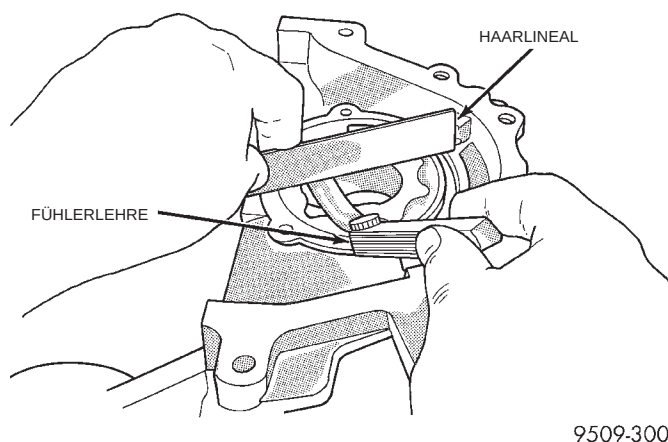

Abb. 98 Messen des Spiels über den Rädern
(7) Haarlineal zwischen den Schraubenbohrungen auf das Pumpengehäuse legen. Läßt sich eine Fühlerlehre von 0,102 mm (0,004 Zoll) oder mehr zwischen Pumpenräder und Haarlineal schieben, Pumpe komplett austauschen (Abb. 98), jedoch **NUR** dann, wenn die Pumpenräder den Sollwerten entsprechen.
(8) Kolben des Überdruckventils auf Riefen und Leichtgängigkeit prüfen. Leichte Kratzer können mit Schleifpapier (Naß oder trocken) der Körnung 400 entfernt werden.
(9) Die freie Länge der Überdruckventilfeder beträgt ca. 60,7 mm (2,39 Zoll). Um die Feder auf eine Länge von 40,5 mm (1,60 Zoll) zu komprimieren, muß eine Kraft von 81 - 86 N (18-19 lbs.) erforderlich sein. Federn austauschen, die nicht den Sollwerten entsprechen.
(10) Ist der Öldruck trotz intakter Pumpe zu niedrig, auf Verschleiß der Motorlager und sonstige mögliche Ursachen prüfen.